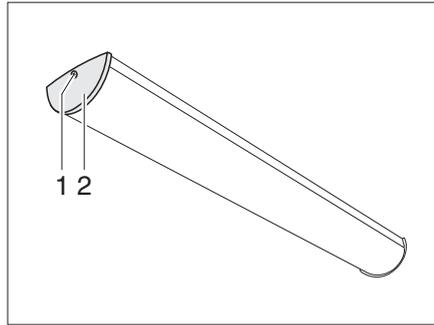

Bild 185 Wohnraumleuchte
- Schraube (Bild 185,1) herausdrehen und Abdeckung (Bild 185,2) abnehmen.